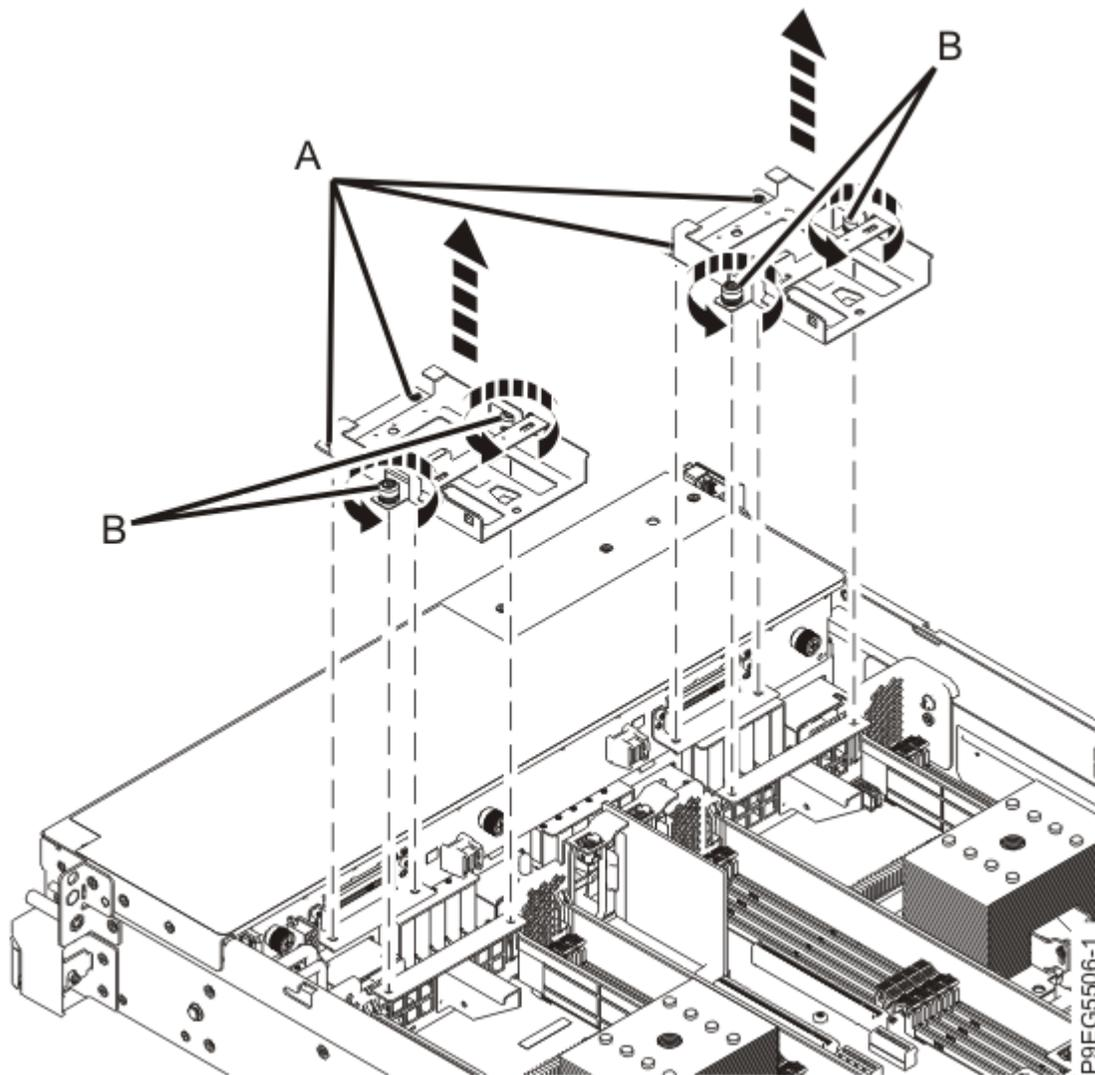

Figure 9. Retrait des tiroirs d'unité
4. Retirez les tiroirs d'unité **(A)**, comme illustré dans la Figure 9, à la page 11.